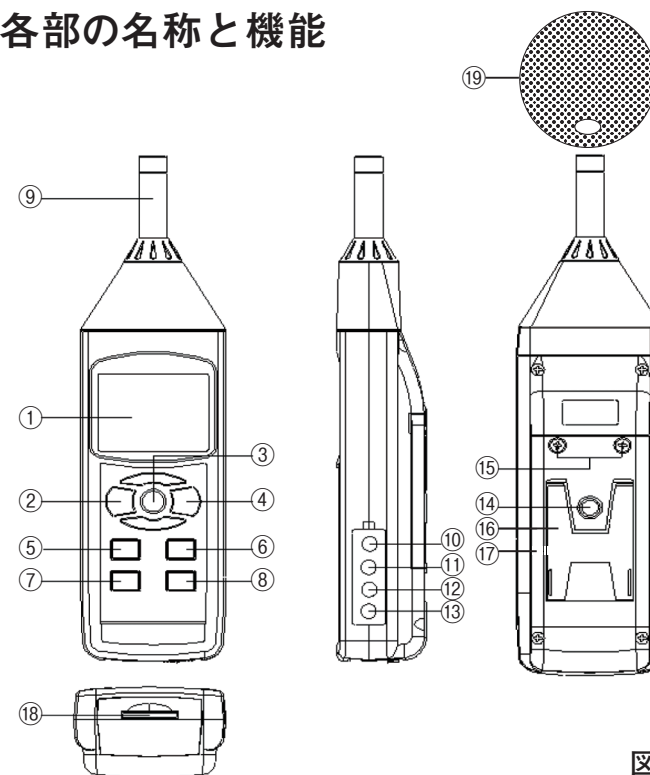

図1
まず初めに、データロガー等の機能を有効にするために、現在時刻の設定等を行う必要があります。POWER(電源)ボタン(②、図1)を押して、本器の電源を入れます。また、このボタンを2秒以上長押しすると、電源が切れます。
電源を入れた状態でSETボタン(⑦、図1)を2秒以上長押しすると「Set dAtE」と表示部(①、図1)に表示され、「初期設定」モードに入ります。そしてNEXTボタン(③、図1)を一回ずつ押す毎に下記の6つの設定画面に切り替わります。
備考:「初期設定」機能を実行中にESCボタン(②、図1)を押すと、「初期設定」機能が終了し、通常測定画面に戻ります。
(1) ENTERボタン(④、図1)を1度押します。▲ボタン(⑤、図1)または▼ボタン(⑥、図1)を押して、値を調整してください。希望する値を設定し、ENTERボタン(④、図1)を一度押すと、次の値の調整に移ります。最初に年(yy)の値を設定し、次に月(mm)の値を設定し、さらに日(dd)、時間(h)、分(m)、秒(s)へと移行します。
(2) 最後に、ENTERボタン(④、図1)を一回押します。
(1) ▲ボタン(⑤、図1)または▼ボタン(⑥、図1)を使用して上段に表示されるテキストを「bASIC」または「Euro」に設定します。
(2) 最後に、ENTERボタン(④、図1)を押します。
(1) ▲ボタン(⑤、図1)または▼ボタン(⑥、図1)を使用して上段に表示されるテキストを「yES」または「no」に設定します。
- (1) ▲ボタン(⑤、図1)または▼ボタン(⑥、図1)を使用して上段に表示されるテキストを「yES」または「no」に設定します。
- (2) 最後に、ENTERボタン(④、図1)を押します。
- (1) ▲ボタン(⑤、図1)または▼ボタン(⑥、図1)を使用して下記のいずれかの値に設定します。
- (2) 最後に、ENTERボタン(④、図1)を一度押します。
- (1) ▲ボタン(⑤、図1)または▼ボタン(⑥、図1)を押して、上段に表示されるテキストを「yES」または「no」に設定してください。
- (2) 上の値を「yES」に設定し、ENTERボタン(④、図1)をもう一度押すと、画面には「yES Ent」というテキストが表示されるので、本当にSDカードのフォーマットを実行する場合はもう一度ENTERボタン(④、図1)を押し、確定してください。SDカードのフォーマットが行われ、SDカードに保存されている既存のデータが消去されます。上の値を「no」に設定し、ENTERボタン(④、図1)を押した場合SDカードはフォーマットされません。
- (1) POWER(電源)ボタン(②、図1)を押すと、本器の電源が入ります。メーターの初期表示は、「オートレンジ」、「周波数補正:A特性」、「動特性:FAST」に設定されます。LCDには、「AUTO」、「A」、「FAST」が表示されます。
- (2) A/Cボタン(⑥、図1)を押すことで、周波数補正「A」及び「C」を選択できます。
- (3) 測定レンジを切り替えるには、Rangeボタン(⑤、図1)を押してください。電源を投入した後のレンジの初期設定は「オートレンジ」になっています。同時に、表示部(①、図1)の右下部に「AUTO」の文字が表示されます。オートレンジの設定中、Rangeボタン(⑤、図1)を押すごとに、マニュアルレンジ(レンジ1、レンジ2、レンジ3)とオートレンジの順で切り換わります。3つのマニュアルレンジは以下の通りです。
表示部(①、図1)には「30-80」と表示されます。
表示部(①、図1)には「50-100」と表示されます。
表示部(①、図1)には「80-130」と表示されます。
- (4) 様々な音源の音を測定する際には、動特性を切り替える為にFast/Slowボタン(⑦、図1)を押します。
動特性「Fast」の設定を選択すると、表示部(①、図1)に「Fast」が表示されます。動特性「Slow」の設定を選択すると、表示部(①、図1)に「Slow」が表示されます。
測定中、HOLDボタン(③、図1)を一度押すと、表示部(①、図1)に「HOLD」記号が表示され、測定値が保持されます。HOLDボタン(③、図1)をもう一度押すと、表示部(①、図1)の「HOLD」表示が消灯しホールド機能が解除されます。
- (1) 本器は、最大と最小の読取値を記録することができます。RECボタン(④、図1)を押すと、データのメモリを開始し、画面に「REC」記号が表示されます。
- (2) 表示部(①、図1)に「REC」記号が表示された状態で
- RECボタン(④、図1)を押すと、「REC MAX」記号が最大値と共に表示部(①、図1)に表示されます。最大値を削除する場合は、HOLDボタン(③、図1)を押すと、表示部(①、図1)に「REC」記号のみが表示され、メモリを継続します。
- RECボタン(④、図1)をもう一度押すと、「REC MIN」記号が最小値と共に表示部(①、図1)に表示されます。最小値を削除する場合は、HOLDボタン(③、図1)を押すと、表示部(①、図1)に「REC」記号のみが表示され、メモリを継続します。
- メモリ機能を終了するには、RECボタン(④、図1)を2秒以上押し続けてください。表示部(①、図1)は通常の測定画面に戻ります。
電源を入れた際に、バックライトが自動的に点灯します。測定中に*ボタン(バックライトボタン)(②、図1)を押すと、バックライトは消灯します。もう一度押すと、バックライトが再び点灯します。
SDカード(1~16 GB、オプション)をSDカードソケット(⑩、図1)に挿入してください。SDカードの前面を下側に向けてください。